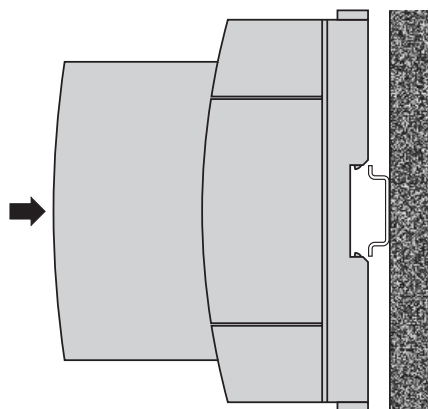

Fig. 5. Montage sur rail «à chapeau» 35 × 15 ou 35 × 7,5 mm.
Encliqueter le boîtier sur le rail «à chapeau» (EN 50 022) (voir Fig. 5).
Tirer en dehors les languettes de fixation (1) en enfonçant en même temps le bouton de verrouillage (4) (voir Fig. 5 à gauche). Pour rentrer si nécessaire les languettes de fixation, il faut enfoncer le bouton de verrouillage (5) et en même temps glisser les languettes de fixation (1) dans la base du boîtier (voir Fig. 5 à droite).